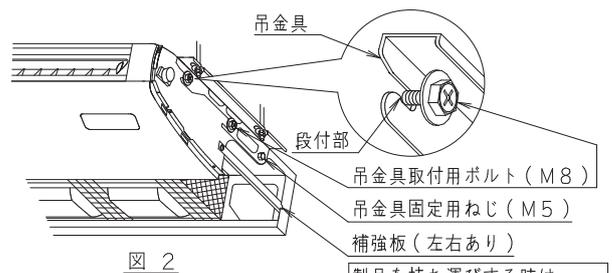

図 2
- 吸込グリル固定ツマミ(各3カ所)を後方(矢印方向)にスライドし、吸込グリルを大きく開ける。(図2参照)
- (2) 室内ユニット本体を持ち上げ、前方よりスライドさせながら、吊金具の段付部に吊金具取付用ボルト(M8)を確実に入れて、仮掛けしてください。(図2参照)
- (3) 取り外した吊金具固定用ねじ(M5)を左右あわせて2カ所とも元どおりに締め付けてください。室内ユニット本体の前後のずれを防止するために必要です。(図2参照)
- (4) 吊金具取付用ボルト(M8)を左右あわせて4カ所とも確実に締め付けてください。(図2参照)
- フレアナット接続時は、フレア内面のみエーテル油またはエステル油を塗り、最初は3~4回手回しでねじ込んでください。(図2参照)